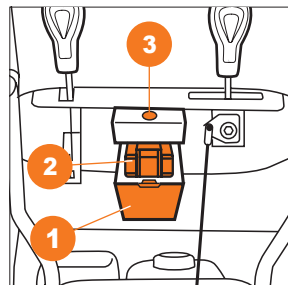

Рис. 32
- Убедитесь в верном расположении аккумулятора и его контактов установите аккумулятор **2** в разъем, закройте крышку **1**, закрепите её саморезом. При верном подключении загорится подсветка кнопки старта **3** (Рис. 32).
- Модель **S 7565** запустите двигатель при помощи электрического стартера от аккумулятора 21В (Рис. 32).